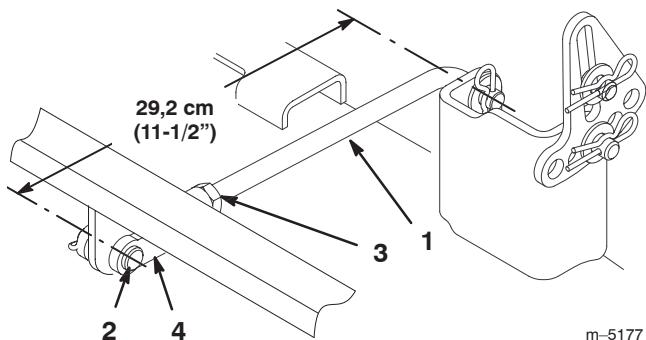

Figure 41
6. Mesurez la longueur du tourillon arrière (Fig. 41). Si elle n'est pas égale à 29,2 cm (11-1/2 pouces), enlevez l'axe de chape et la goupille fendue à l'extrémité du tourillon (Fig. 41), desserrez l'écrou de blocage et tournez la chape jusqu'à obtention de la longueur voulue (29,2 cm [11-1/2 pouces]). Fixez ensuite la chape avec l'axe et la goupille fendue. Répétez la procédure de l'autre côté de la tondeuse.
- Quand l'inclinaison avant/arrière voulue est obtenue, serrez les écrous de blocage (Fig. 41 et 43).